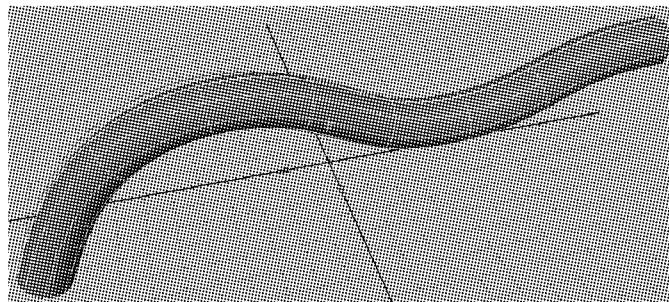

图 3-29 挤压后的效果
- ② Result position(结果位置)有以下几个选项。
- ③ Pivot(枢轴点): 此选项只有在设置 Style 为 Tube 时才被激活。
- ④ Orientation(方向): 此选项只有在设置 Style 为 Tube 时才被激活。有根据路径线的方向和根据封闭线的方向两种选择。
- ⑤ Curve range(曲线范围): 有 Complete(完全)即所选曲线成面和 Partial(部分)即部分曲线成面两种选择。
- ⑥ Output geometry(输出几何体): 可将生成曲面输出改变为几种不同的形体方式。
(4) 执行 Extrude(挤出)命令,效果如图 3-29 所示。